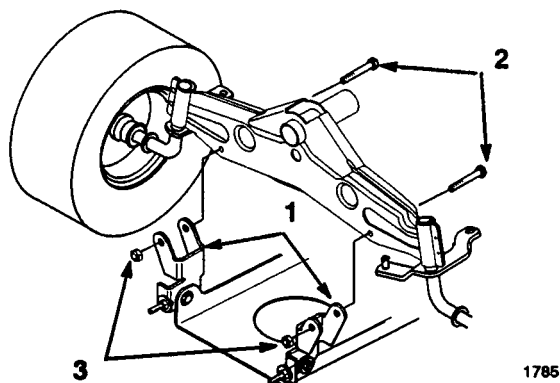

Fig. 41
9. Togliere i bulloni e i dadi autobloccanti, ed abbassare le due staffe di articolazione del tosaerba sul ponte anteriore (Fig. 41).